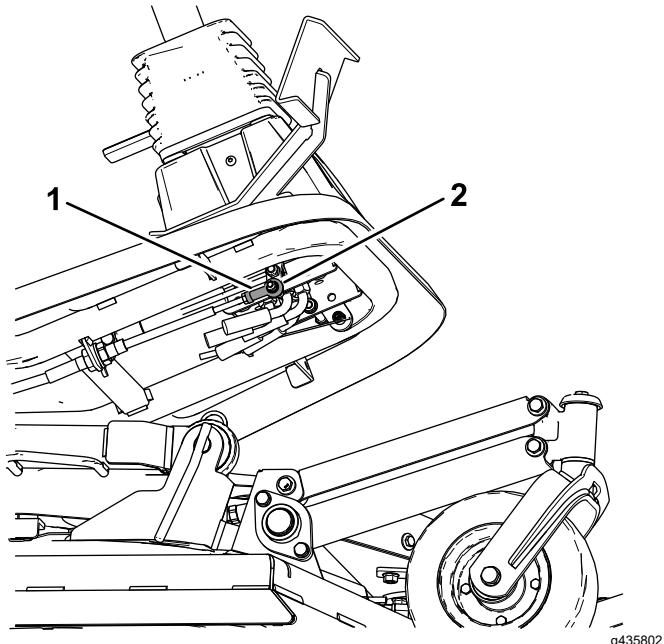

Figura 80
4. Desaperte a porca de retenção que prende o rolamento da extremidade da barra do cabo de tração ao pedal (Figura 80).
5. Retire o parafuso e a porca que fixam o rolamento da extremidade da barra de tração ao pedal (Figura 80).
7. Aperte a porca de retenção (Figura 80) e fixe o rolamento da extremidade da barra ao pedal de tração com o parafuso e a porca retirados para fixar o ângulo do pedal.